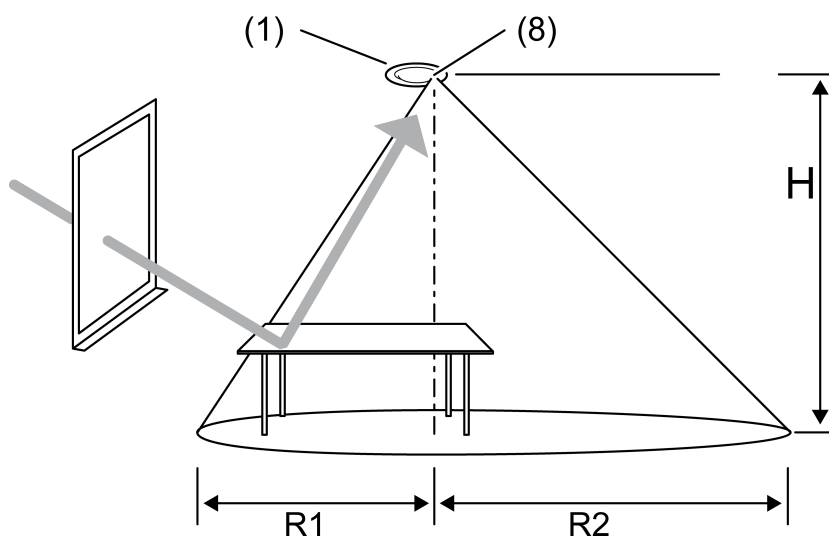

Figura 3
- Orientar el aparato durante el montaje de tal modo que el sensor de luminosidad (8) no esté mirando a la ventana (figura 3).